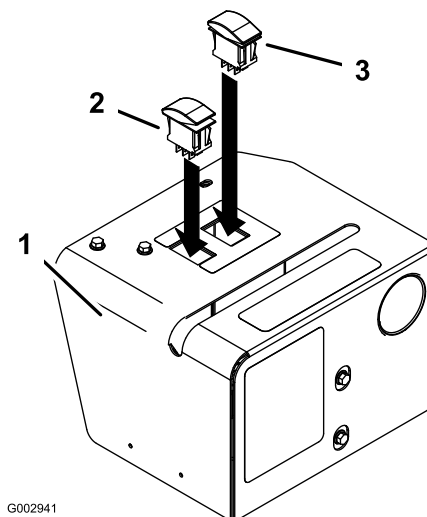

Figure 47
5. Montez les deux interrupteurs dans les trous rectangulaires en haut du couvercle (Figure 47). Montez l'interrupteur à rappel (c.-à-d. qui ne reste pas en position quand vous n'appuyez pas dessus) dans le trou portant les caractères variable continue, plus (+) et moins (-).